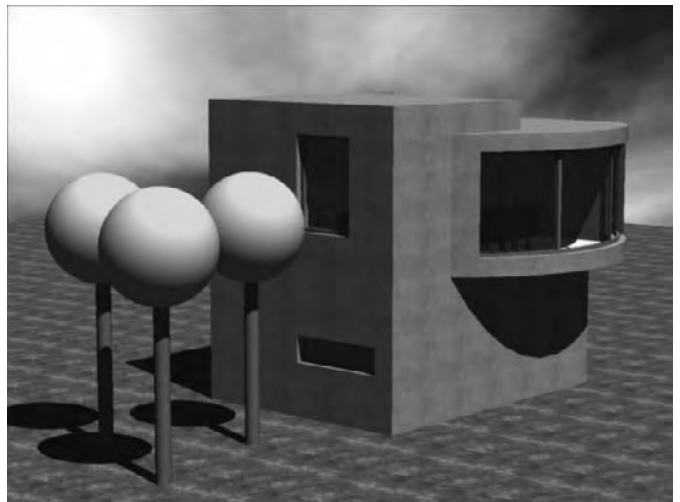

Fig.12.13
- 8 Rendez la scène (fig.12.13).